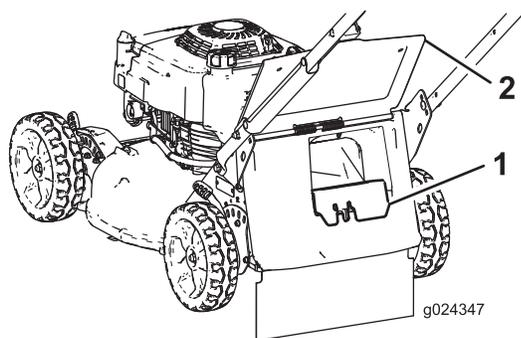

Figure 17
- Si l'obturateur d'éjecteur arrière n'est pas en place, saisissez-le par la poignée, soulevez le volet arrière, et insérez-le dans l'éjecteur arrière jusqu'à ce que le verrou s'enclenche ; voir Figure 17.
3. Déposez l'obturateur d'éjection arrière en appuyant sur le verrou avec le pouce et en tirant sur l'obturateur pour le sortir de la machine (Figure 17).